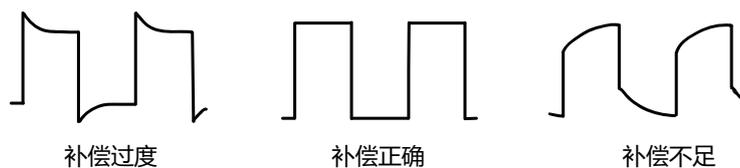

图 5.6 探头补偿
2. 检查所显示的波形形状并与 图 5.6 所得波形进行对比。